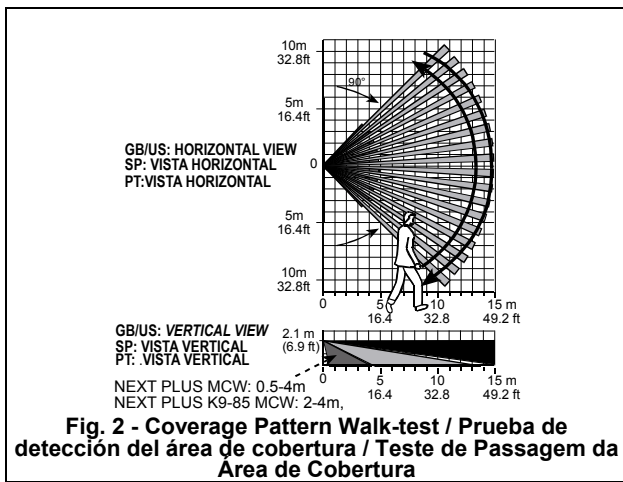

Fig. 2 - Coverage Pattern Walk-Test / Prueba de detección del área de cobertura / Teste de Passagem da Área de Cobertura
6. Teste de passagem na área de cobertura (ver a fig.2). Caminhe no extremo da cobertura em ambas as direcções. O LED deve acender por 2-3 segundos cada vez que seja detectado movimento.